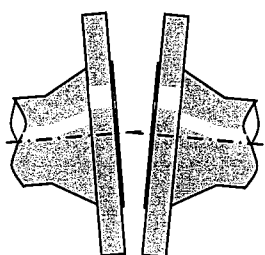

図2 平行度が悪い
- 相対するフランジの平行度がでていないと片締めの原因となりますので、正しい位置に補正してください。(図2参照)